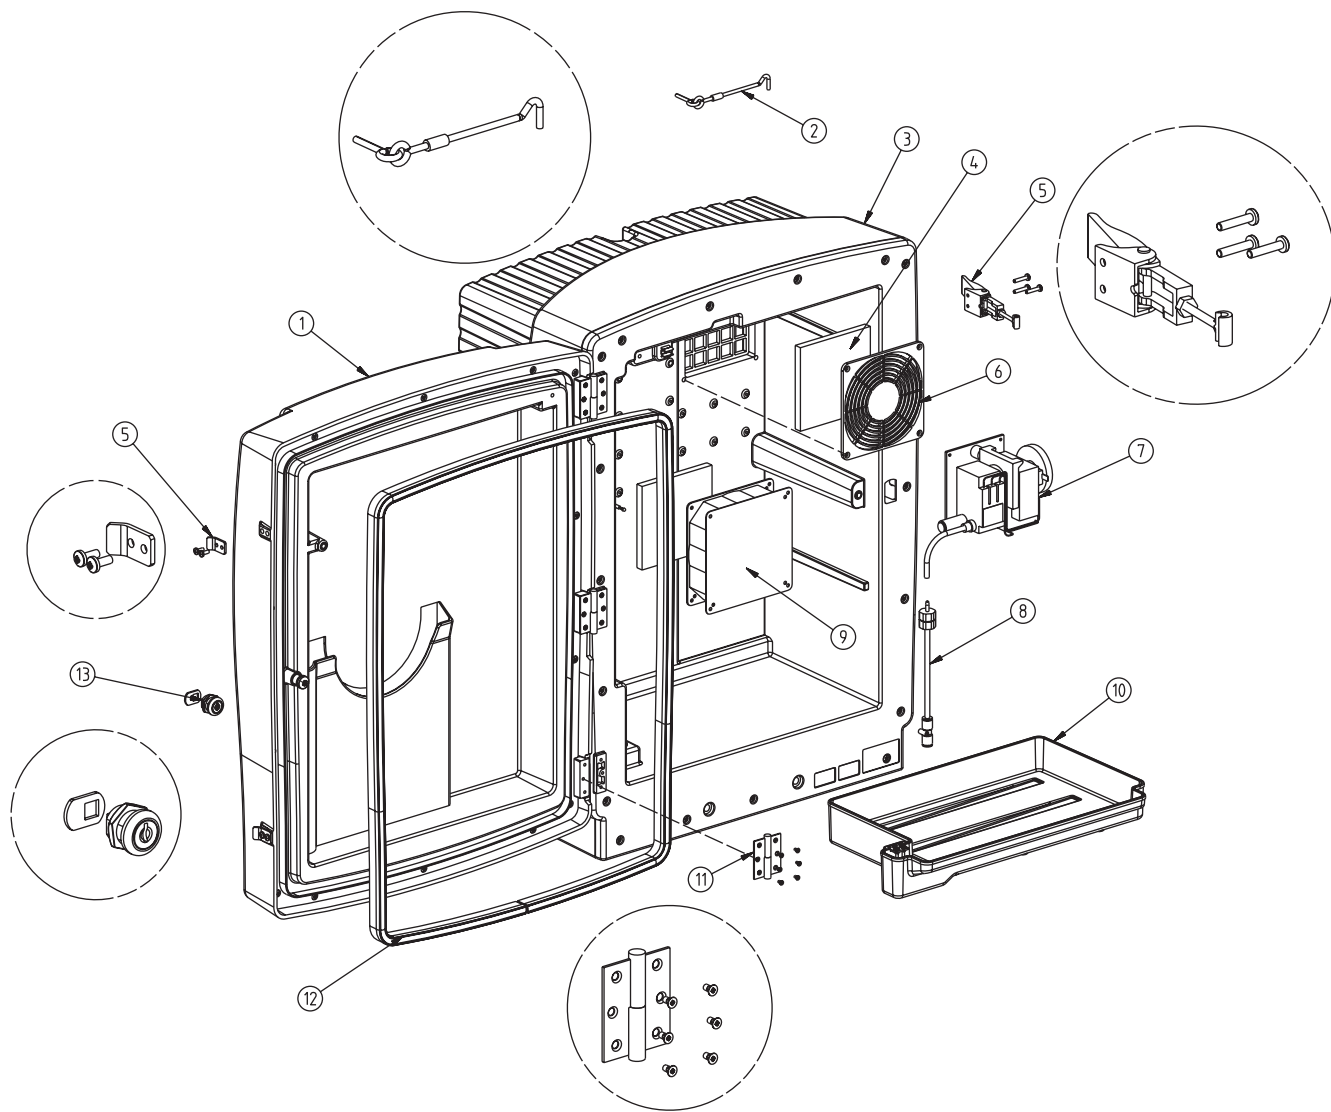
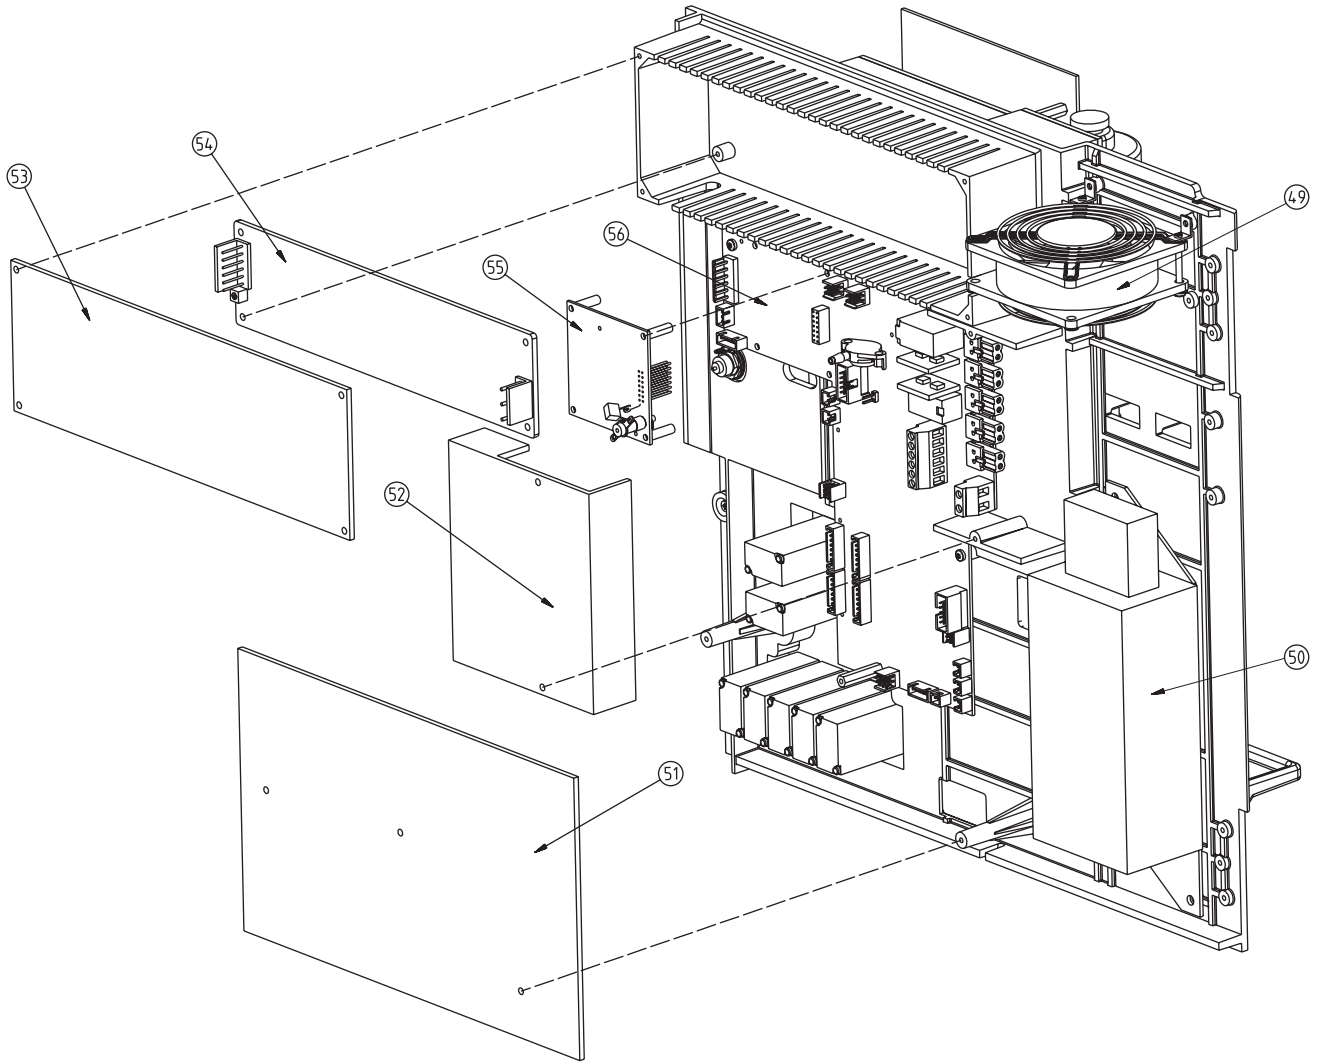

图 17 分析器外壳
图 20 分析器面板的详细后视图
8.4 更换部件（请参见第 50 页的图 17 – 第 53 页的图 20）
8.4 更换部件 (请参见第 50 页的图 17 – 第 53 页的图 20)